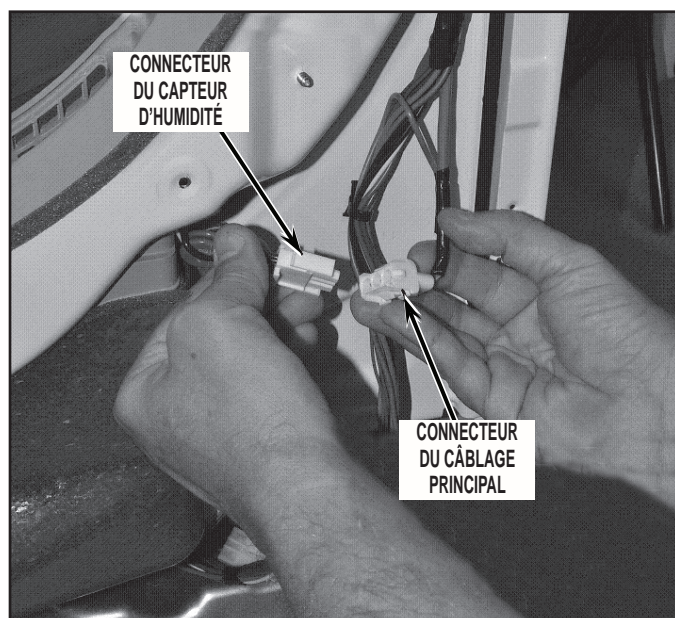

FIGURE 10
12. Débrancher le connecteur du capteur d'humidité du connecteur du câblage principal, situé sur le côté droit de la sécheuse, en bas/à droite; voir la Figure 10.